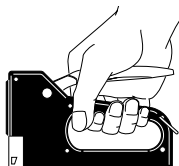

Figura 5
2. Agarre firmemente la herramienta. Presione la herramienta contra superficie de trabajo (vea Figura 5).